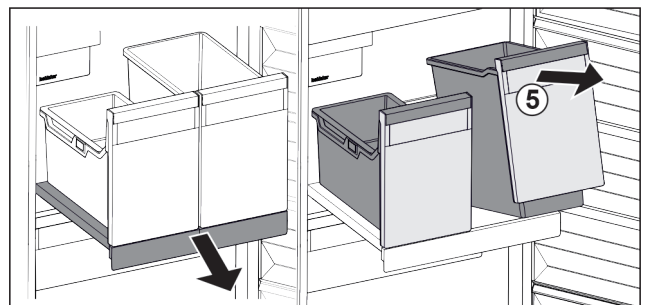

Fig. 118
- Behälter Fig. 118 (5) vorne anheben.